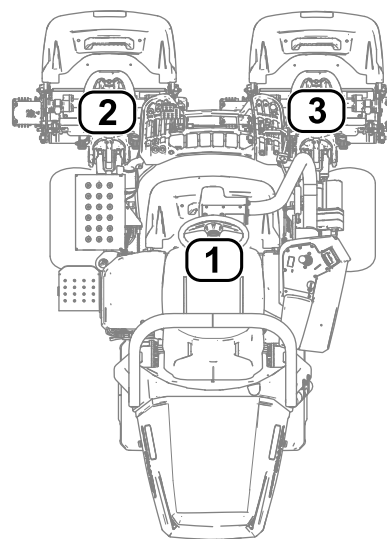

Figura 36
- 1 se refiere a la unidad de corte central (Figura 36)
- 2 se refiere a la unidad de corte delantera izquierda (Figura 36)
- 3 se refiere a la unidad de corte delantera derecha (Figura 36)